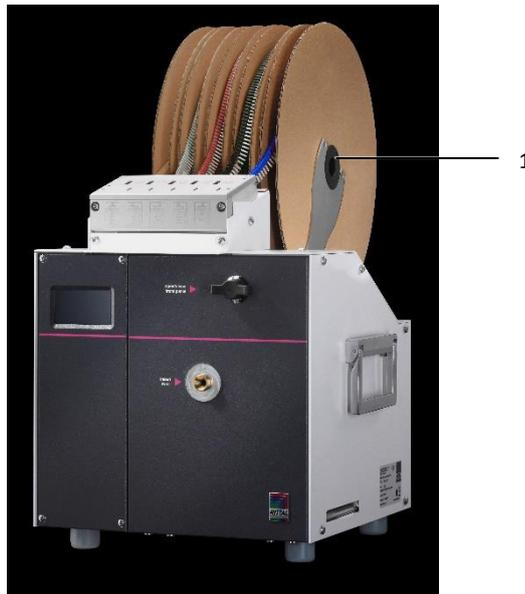

Imagen 8: Posición del rollo de punteras
- Inserte los rollos de punteras (imagen 8, pos. 1) de forma que puedan desenrollarse de abajo hacia delante.